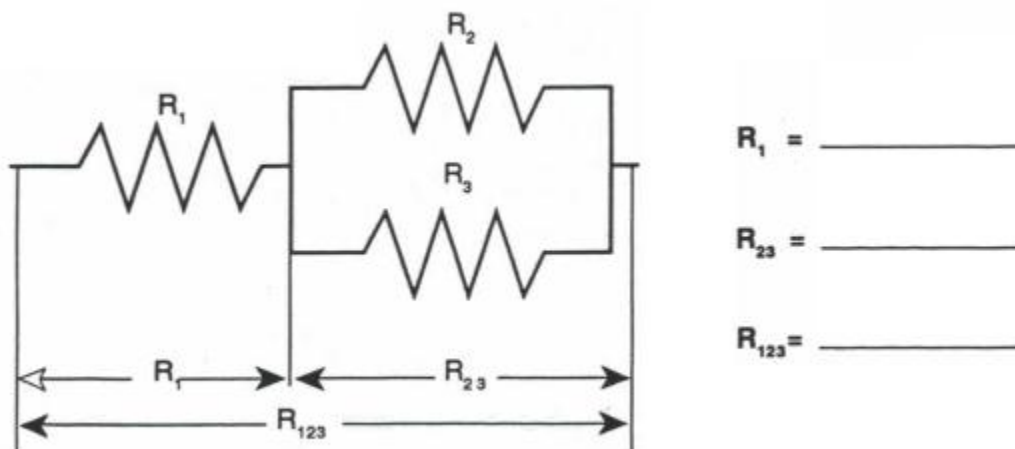

Figura 23: Combinación de resistencias serie-paralelo.
6. Conecte la combinación dada en la figura 23 y mida las posibles combinaciones de resistencias. ¿Qué observas?
3. Realice la combinación dada en la figura 23 (R_2 y R_3 en paralelo conectadas a R_1 en serie). Mida el voltaje y la corriente en cada resistencia y en la combinación. Tenga en cuenta la polaridad de la conexión. Construya una tabla para anotar sus resultados.